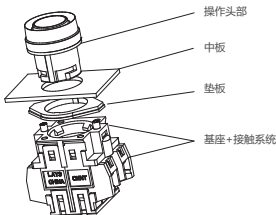

图2 LAY3按钮安装示意图
7.1.1 安装时将操作头由面板前方插入安装孔内，于面板后方插入垫板等，并旋入基座，然后均匀拧紧两端紧定螺钉(拧紧力矩为0.2N.m)，按钮接触系统可连同基座一起安装。安装示意图见图2。